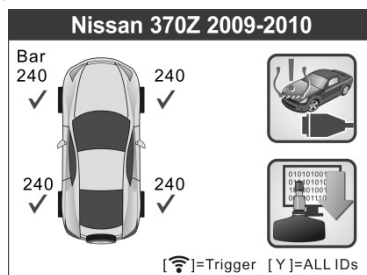

Figure 4.17
- 2) Un écran d'activation avec l'information du capteur activé antérieurement s'affiche (Figure 4.17). Utiliser le bouton de défilement **vers le haut/vers le bas** ou **vers la gauche/vers la droite** pour sélectionner la roue désirée. Ensuite, appuyer sur le bouton **TEST** pour réactiver le capteur. Ou, appuyer sur le bouton **Y** pour afficher toutes les données détaillées de capteur (Figure 4.18).